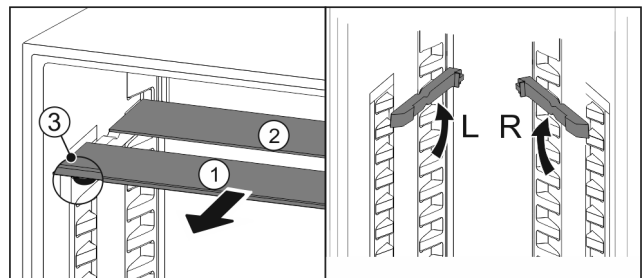

Fig. 155
- ▶ Glasplatten einzeln nach vorne herausziehen Fig. 155 (1).
- ▶ Glasplatte Fig. 155 (1) mit Zierleiste liegt vorne.
- ▶ Stopps Fig. 155 (3) zeigen nach unten.